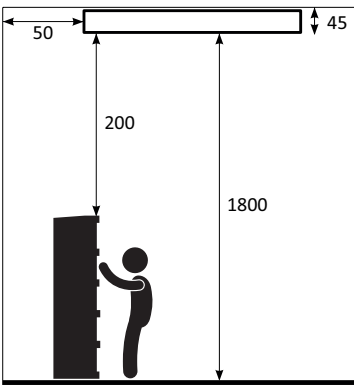
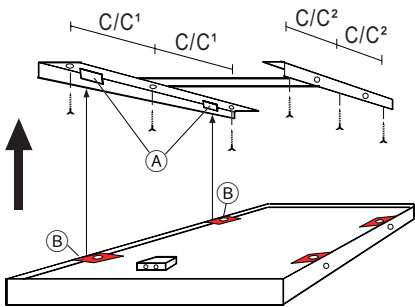

Fig.1b
Fig.4
3. Let the ENC hang vertically, fig.4, and connect the power supply cable to the 4mm² terminal block in the connection box (C) according to fig.1b, through the cable grommets (D).
4. Swing up, fig.4, and secure the heater horizontally into the H-bracket, fig.5, with the two supplied screws (E). Warning! Make sure that the fixings (B) do not become unhooked at the opposite side.
3. Lassen Sie die ENC vertikal hängen, fig.4, und verbinden Sie das Installationskabel mit dem 4 mm² Anschlussblock in der Anschlussbox (C) gemäß fig.1b durch die Kabeldurchführungen (D).
4. Hochschwenken, fig.4, und das Heizgerät mit den beiden mitgelieferten Schrauben (E) horizontal in der H-Halterung, fig.5, befestigen. Warnung! Stellen Sie sicher, dass die Befestigungen (B) auf der gegenüberliegenden Seite nicht ausgehakt werden.
3. Laisser pendre l'ENC, voir fig.4, et connecter le câble d'alimentation sur un bloc de connexion de 4 mm² dans la boîte d'alimentation (C) conformément au schéma de branchement, voir fig.1b, le tout au travers entrées de câble (D). Protéger le câble de connexion contre le contact avec les parties chaudes.
4. Remonter, voir fig.4, et fixer l'ENC dans son support, voir fig.5, à l'aide des 2 vis fournies (E). Attention! Vérifier bien que la fixation à l'opposé (B) ne se déboîte pas.
3. Laat de ENC verticaal hangen (fig.4) en sluit de voedingskabel aan op de 4 mm² aansluitblokken (C) volgens fig. 1b, door de wartels (D).
4. Draai het panel, fig.4, en zet het verwar-mingspaneel horizontaal vast in de H-steun, fig.5, met de meegeleverde schroeven (E). LET OP: zorg dat de haken (B) niet los schieten aan de andere zijde.
3. Låt värmaren hänga i nedfällt läge, fig.4, och anslut installationskabeln till kopplingsplinten 4 mm² i kopplingsboxen (C) enligt schema, fig.1b, genom kabeltätningen (D). Vidarekoppling är möjlig.
4. Fäll upp värmaren, fig.4, och skruva fast den i H-takfästet, se fig.5, med de två medföljande skruvarna (E). Varning! Var uppmärksam på att vinkelfästena (B) på motsatta sidan inte hakas av.